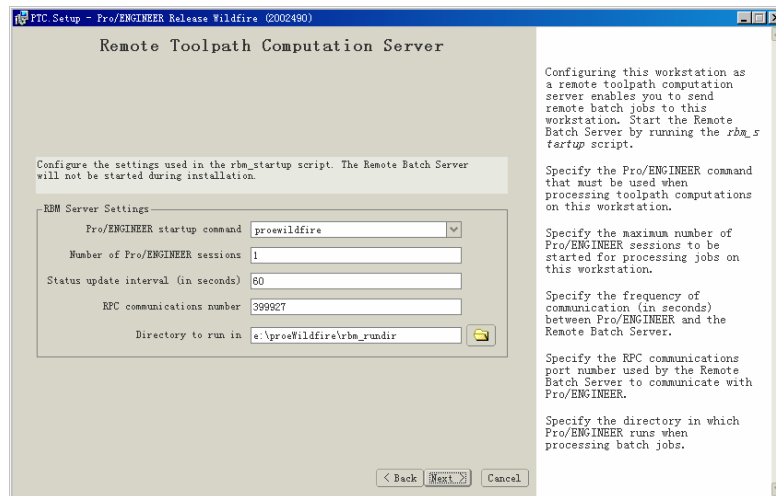

图 1.11 联机工作参数设置
(11) 在如图 1.11 所示的界面中设置联机工作参数。
如果用户需要进行异地信息交换（同时打开或传输 Pro/ENGINEER 文件），则需在图 1.11 所示对话框中设置相应的参数。
如图 1.11 所示，第一栏用来指定启动的命令，如果前面没有进行修改的话保持默认值即可，如果重新换了启动文件名，则需要与前面的设置保持一致。如果用户没有特殊的用法，保持第二、三、四栏的默认值即可。在最后一栏中指定联机软件运行的位置，通常情况下使用默认设置即可。